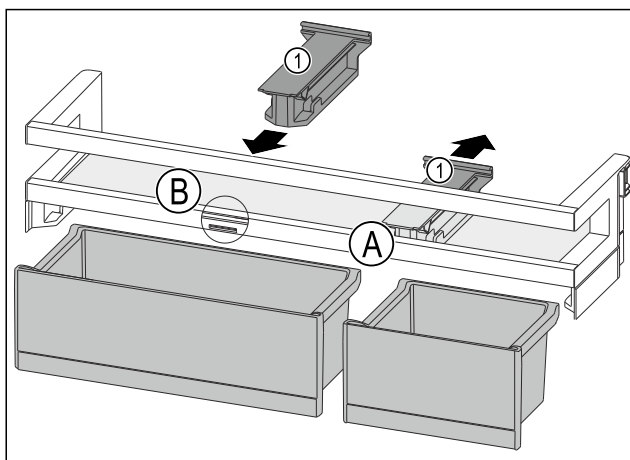

Fig. 158
- Tirare l'elemento di tenuta Fig. 158 (1) all'indietro per portarlo in posizione Fig. 158 (A).
- Inserire l'elemento di tenuta Fig. 158 (1) in posizione Fig. 158 (B).